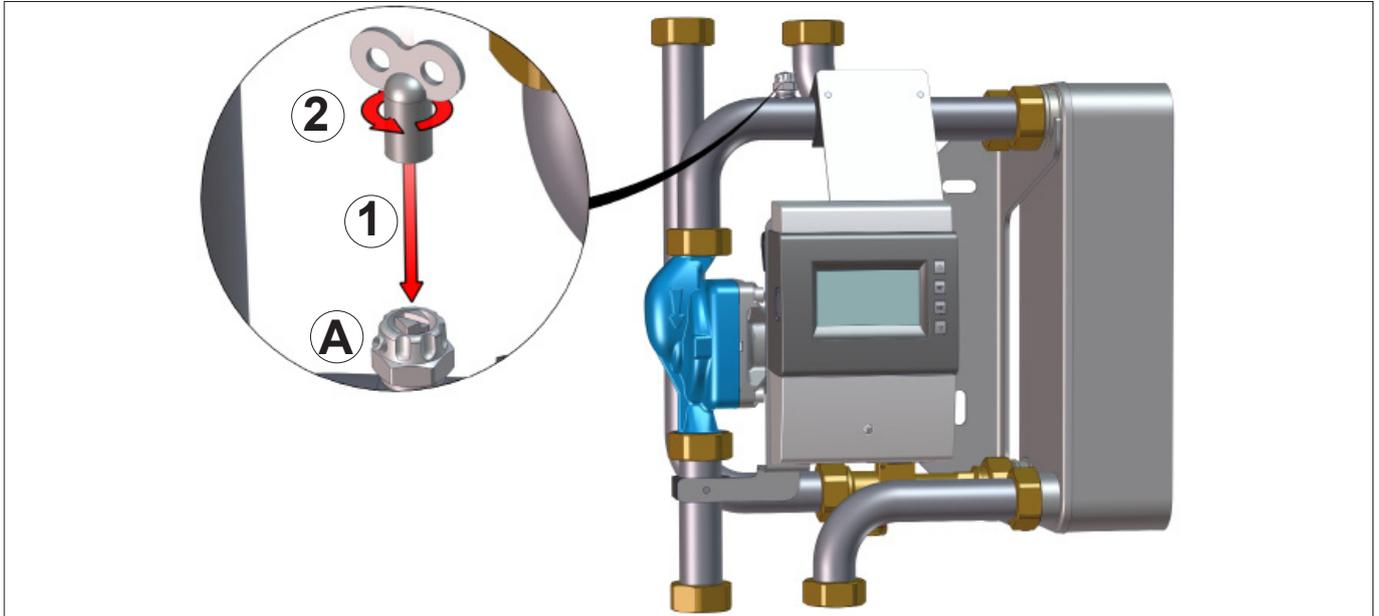

Abb. 6: Entlüftungsventil
- Öffnen Sie das Entlüftungsventil (Pos. A, Abb. 6 auf Seite 12) und halten Sie es offen, bis keine Luft mehr entweicht.